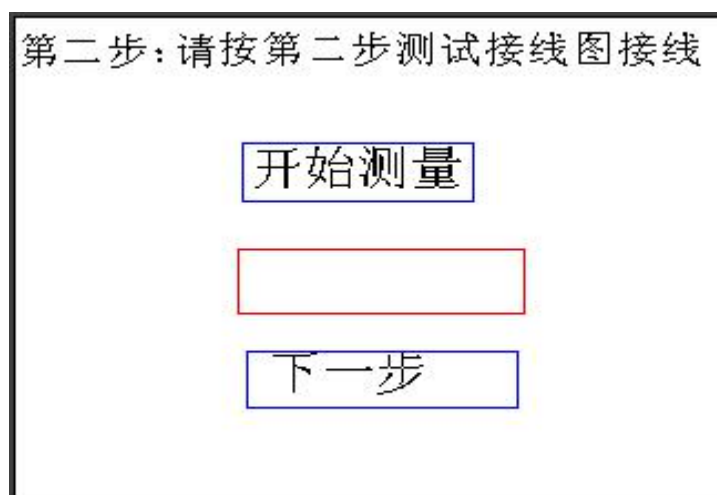

图 7-6 第二步
- (1) 第一步开始测量前解开 CVT 的 N、E 连接；解开 CVT 的 E、外壳的连接。
- (2) 测试仪要安全接地。
5. 第一步测量完成后，选择“下一步”进入图 7-6 的“第二步”测量界面。